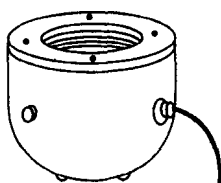

图 1-6 电热套
(3) 电热套 加热温度在 100 以上时的加热装置。它是用玻璃纤维丝与电热丝编织成半圆形的内套，外边加上金属外壳，中间填上保温材料，如图 1-6。根据内套直径的大小分为 50, 100, 150, 200, 250mL 等规格最大可到 3000mL。此设备不用明火加热，使用较安全。由于它的结构是半圆形的，在加热时，烧瓶处于热气流中，因此，加热效率较高。